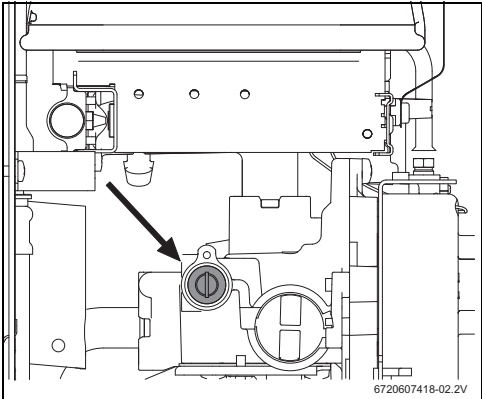

Bild 14 Einstellschraube für maximalen Gasdurchsatz
- ▶ Versiegelung der Einstellschraube entfernen (Abb. 14).
- Mit der Einstellschraube (Abb. 14) den Druck regulieren, bis die in der Tabelle 14 angegebenen Werte erreicht sind.